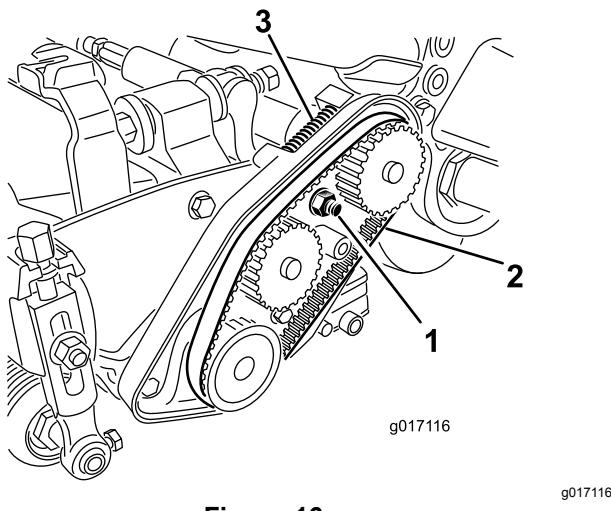

Figure 16
3. Desserrez les écrous du logement de roulement (Figure 16).
5. Déposez la courroie (Figure 16).
12. Vérifiez que le ressort de compression exerce une tension sur la courroie (Figure 16).